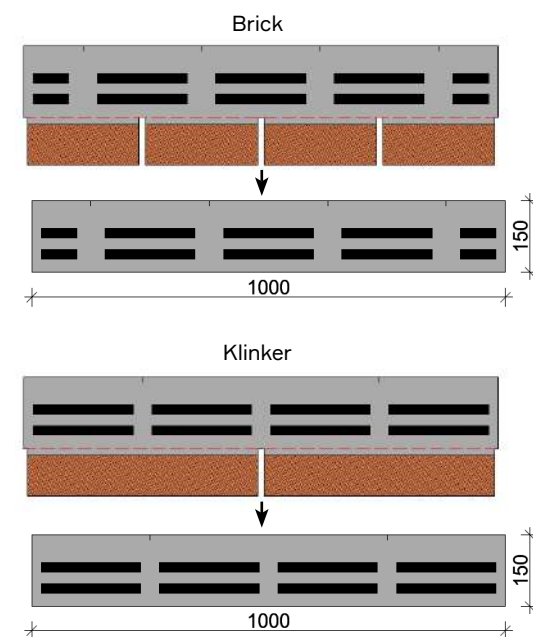

Рис. 7. Изготовление стартовой полосы.
8.4.5 Последующие ряды фасадной плитки необходимо монтировать с заходом на планки наличника с посыпкой. Ряд, заходящий на верхнюю планку наличника с посыпкой, следует монтировать на стартовую полосу, изготавливаемую из фасадной плитки путём отрезания лепестков (рис. 7) или большей части гонта, для сохранения линейности ряда монтируемой фасадной плитки (рис. 28 и 29).